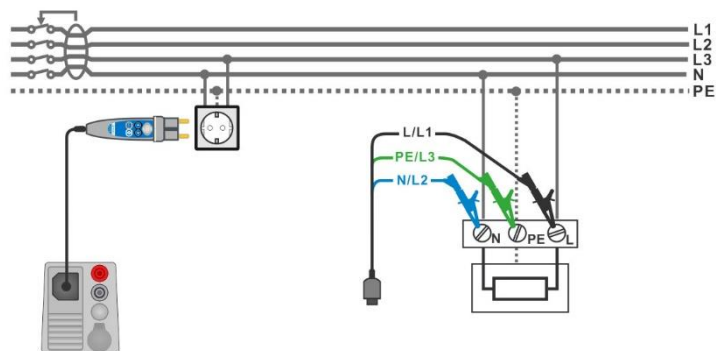

Abbildung 7.57: Z Auto Messung
- › Schließen Sie den 3-adrigen Prüfleiter oder den Commander-Prüfstecker am Prüfobjekt an, siehe **Abbildung 7.57**.